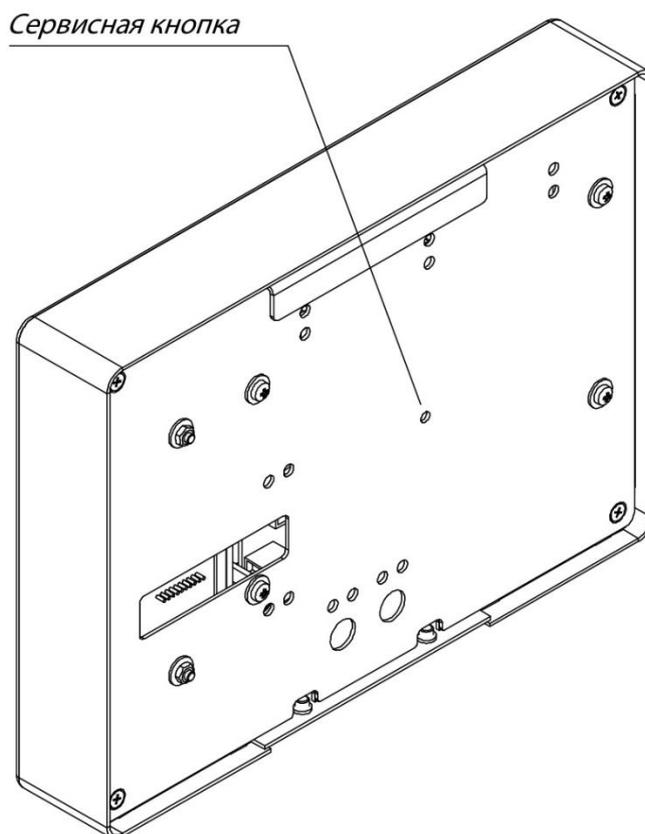

Рисунок 3. Расположение сервисной кнопки.
2. Кратковременно нажать на сервисную кнопку, см. Рисунок 3.